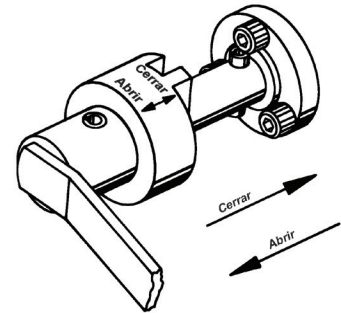

Figura 5
1. Verifique que el mecanismo de bloqueo de la manija en el soporte del motor esté enganchado antes de montar el motor. Consulte la Figura 5.
Para asegurar la estabilidad del motor en todas las posiciones, este soporte de reparación está equipado con un mecanismo de bloqueo de manija de la manivela positiva. Consulte la Figura 5.